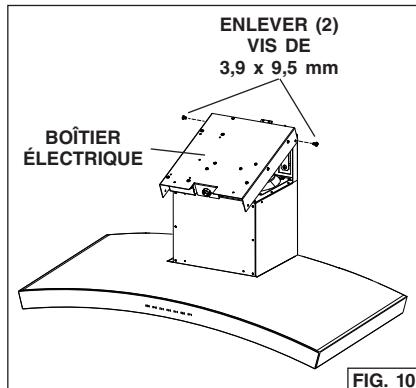

FIG. 10
1. Enlevez le boîtier électrique du cadre de la cheminée en retirant (2) vis de 3,9 x 9,5 mm. Fig. 10.
2. Fixez le boîtier électrique au cadre à l'aide des (2) vis de 3,9 x 9,5 mm enlevées à l'étape 1 et de (2) vis 3,9 x 9,5 mm et (2) rondelles de blocage du sachet de quincaillerie.